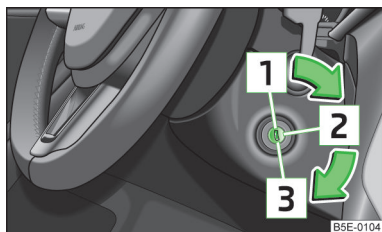

Fig. 90
- În timpul deplasării, la oprirea motorului, cheia trebuie să se găsească întotdeauna în poziția 2 » fig. 90 la pagina 96 (contact cuplat). Această poziție este semnalizată prin aprinderea de lămpi de control. Dacă acest lucru nu se întâmplă, mecanismul de direcție se poate bloca neintenționat - Pericol de accident!
- Demarorul poate fi acționat (cheia în poziția 3 » fig. 90 la pagina 96) numai când motorul nu este pornit. Dacă se acționează demarorul când motorul este în funcțiune, se poate deteriora demarorul, respectiv motorul.
Motoare pe benzină » fig. 90
Motoarele diesel » fig. 90
Dacă **mecanismul de direcție este blocat** iar cheia nu se poate roti, sau se rotește cu greu în poziția **[2]** » fig. 90, atunci volanul trebuie rotit puțin încoace și înapoi - astfel se deblochează mecanismul de direcție.
- Cuplați contactul **[2]** » fig. 90 la pagina 96.
Opriti motorul prin rotirea cheii de contact în poziția **[1]** » fig. 90 la pagina 96.